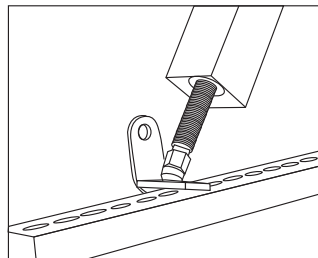

Fig. 3
9. Para realizar pequeños ajustes de nivelación y altura, utilice una llave en el pasador de nivelación (11) para aumentar o disminuir la altura de las patas. (Fig. 3)